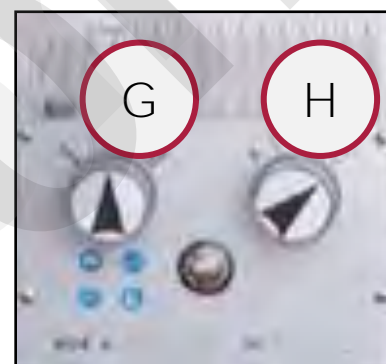

Figura 16 – Selettori rotativi.
La selezione delle diverse velocità avviene attraverso 2 selettori rotativi a manopola che comandano il cambio di velocità ad ingranaggi (rif. **G, H** in Figura 16).
2. Posizionare le manopole degli avanzamenti come indicato nel paragrafo 9.2.1 (Figura 16).